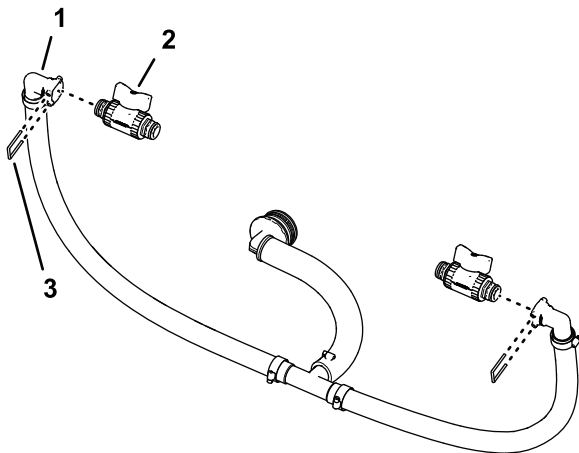

Figure 92
1. Comme montré à la Figure 92, retirez l'étrier de fixation du raccord rapide à 90° ().
2. Branchez la vanne de coupure au raccord rapide femelle Figure 92.
4. Montez la vanne de coupure et l'étrier de fixation que vous avez déposés à l'opération 1 de Dépose du flexible de dérivation de section \(page 33\) sur l'autre raccord rapide femelle (Figure 92).